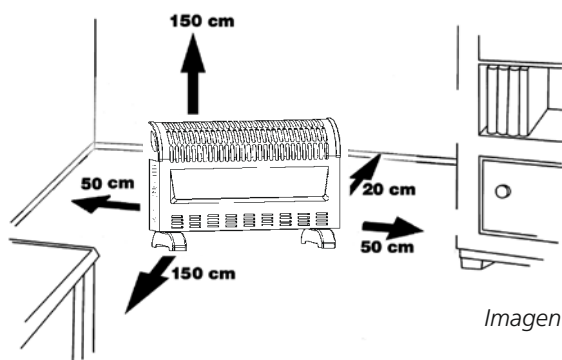

Imagen 6.
5. Asegúrese de que haya suficiente espacio libre alrededor de la estufa. Véase la imagen 6.